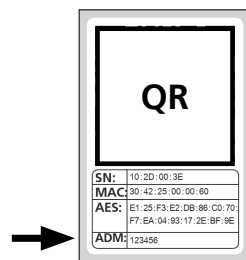
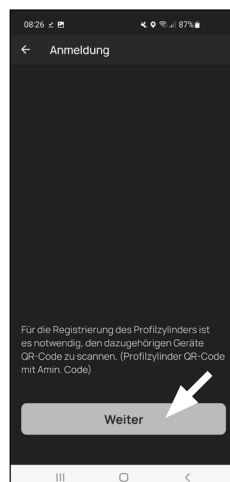

Fig. 4
Fig. 3
- 3 Vous êtes invité à scanner le code QR du cylindre fourni, à l'aide de la caméra du smartphone (Fig. 3). Le code QR se trouve sur l'autocollant joint à l'emballage (Fig. 4).
! **Attention :** Deux autocollants avec des codes QR accompagnent le kit, d'une part pour le cylindre, d'autre part pour le clavier. Vous identifiez le code QR nécessaire au cylindre au code administrateur en bas sur l'autocollant, signalisé par la désignation « ADM » (Fig. 4).
- 4 Appuyez sur « Continuer » (Fig. 3). Il se peut que vous soyez invité à confirmer l'accès de l'appli à la caméra.
- 6 Un message apparaît immédiatement avec les données de votre cylindre : confirmez-le en bas à droite par « OK » (Fig. 4).